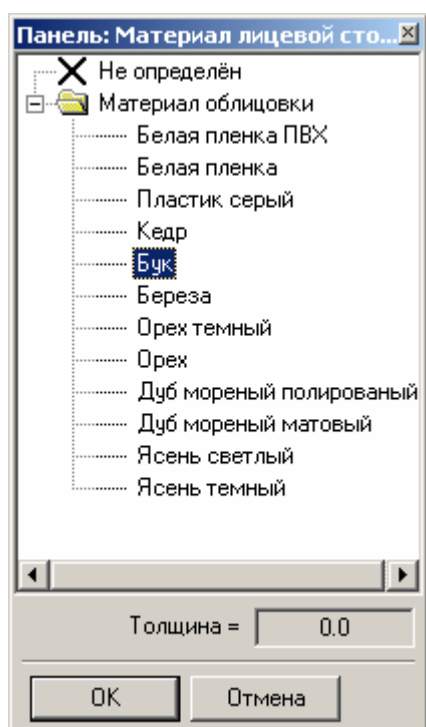

Рис. 114 Список материалов лицевой стороны панели
4. Произвести щелчок по кнопке (...), что приведет к появлению на экране диалогового окна со списком материалов лицевой стороны, содержащихся в *Банке материалов* (рис. 114.)